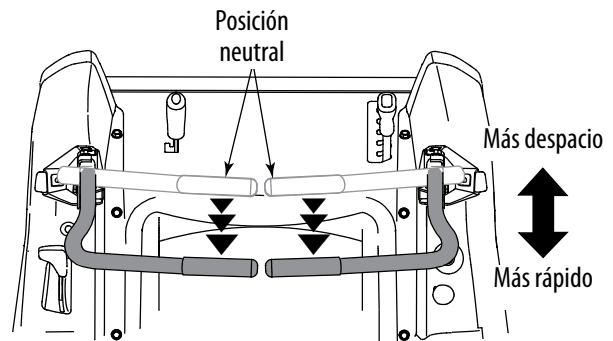

Figura 5-6
- Mueva las dos palancas de control lenta y suavemente hacia atrás. El tractor comenzará a moverse hacia atrás. Vea la Figura 5-6.